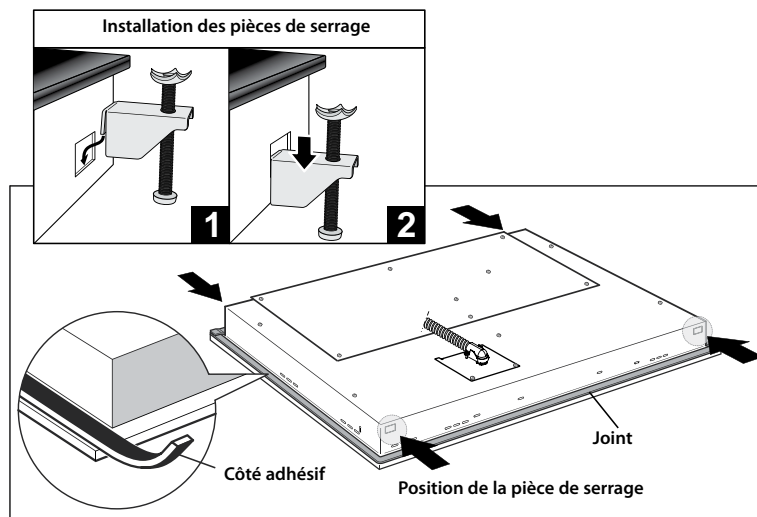

Fig. 6 Préparation de la plaque de cuisson avant l'installation
- 2 Appliquez le joint autour des rebords de la plaque de cuisson en plaçant le côté adhésif vers le bas, tel qu'illustré (Fig. 6 et 7). Assurez-vous de sceller tout le périmètre. Coupez l'excédent de matériel.